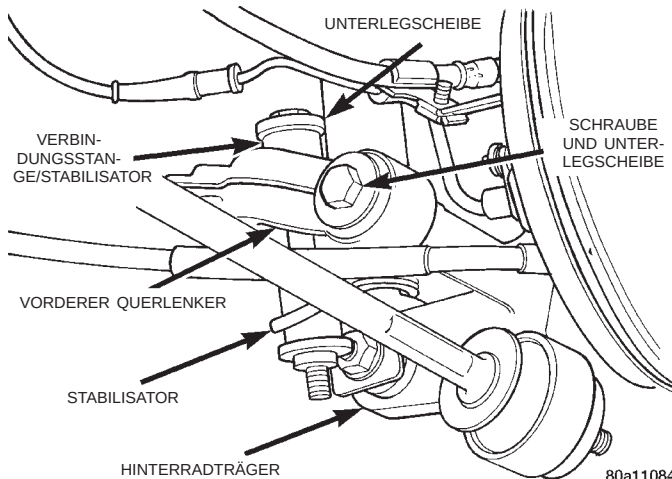
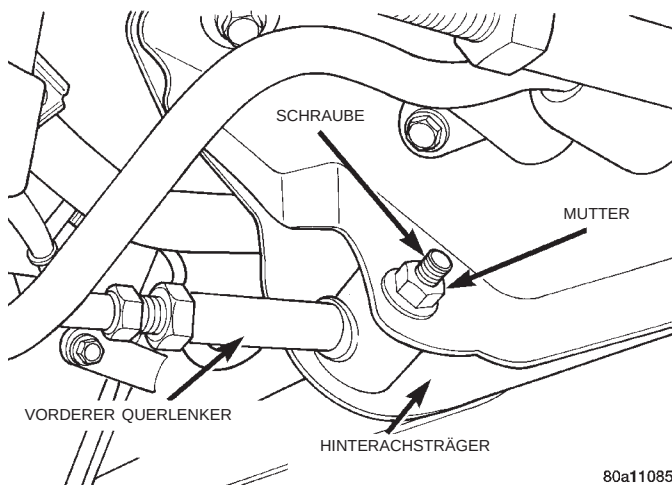

Abb. 43 Befestigung der Verbindungsstange/Stabilisator an Querlenker
Abb. 44 Befestigung des vorderen Querlenkers am Hinterachsträger
(1) Fahrzeug anheben. Dazu Unterstellböcke oder eine Hebebühne verwenden, die am Rahmen angesetzt wird (siehe Kapitel 0, Schmierung und Wartung, Abschnitt "Anheben des Fahrzeugs").
(2) Das Hinterrad auf der Seite abbauen, auf der der Querlenker ausgebaut werden muß.
(3) Verbindungsstange des hinteren Stabilisators vom vorderen Querlenker abschrauben (Abb. 43).
(4) Mutter, Schraube und Unterlegscheibe (Abb. 43) des vorderen Querlenkers vom Hinterradträger lösen.
(5) Mutter, Schraube und Unterlegscheibe des vorderen Querlenkers vom Hinterachsträger lösen (Abb. 44).
(1) Vorderen Querlenker einbauen. Mutter und Schraube des Querlenkers am Hinterachsträger montieren (Abb. 44). **Der vordere Querlenker ist so einzubauen, daß die Innenwölbung des Querlenkers nach unten und zum Hinterradträger weist (Abb. 43).**
(2) Querlenker mit Mutter, Schraube und Unterlegscheibe am Hinterradträger montieren (Abb. 43).
(3) Beide Befestigungsschrauben des Querlenkers mit einem Anzugsmoment von 108 N·m (80 ft. lbs.) festziehen.
(4) Verbindungsstange des Stabilisators, Gummilager und Befestigungsmutter am vorderen Querlenker anbauen (Abb. 43). Die Mutter mit einem Anzugsmoment von 35 N·m (26 ft. lbs.) festziehen.
(5) Rad anbauen. Radmuttern in der vorgeschriebenen Reihenfolge bis zum halben Anzugsmoment anziehen. Dann die Muttern in derselben Reihenfolge noch einmal bis zum vollen Anzugsmoment von 135 N·m (100 ft. lbs.) festziehen.
(6) Fahrzeug absenken.
(7) Einstellung der Hinterräder überprüfen und ggf. korrigieren. Anleitungen hierzu finden Sie am Anfang dieses Kapitels.